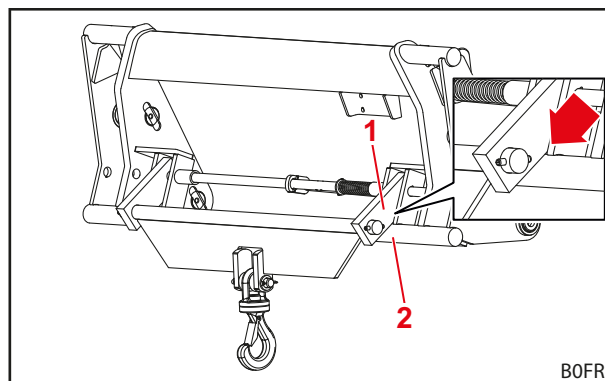

Fig. 91 Positie van het werktuig voor lasttransport
- (1) Als er geen daalbeveiliging aanwezig is: Laat de frontlader tot op de grond neer.
- (2) Haak de last in de haak.
- (3) Hef de frontlader op tot de last vrij hangt.
- (4) Positioneer het werktuig op een wijze dat de beugels op de onderste dwarsliggers van het wisselframe aansluiten (zie Fig. 91).
- (5) Rijd uiterst voorzichtig naar de losplaats.